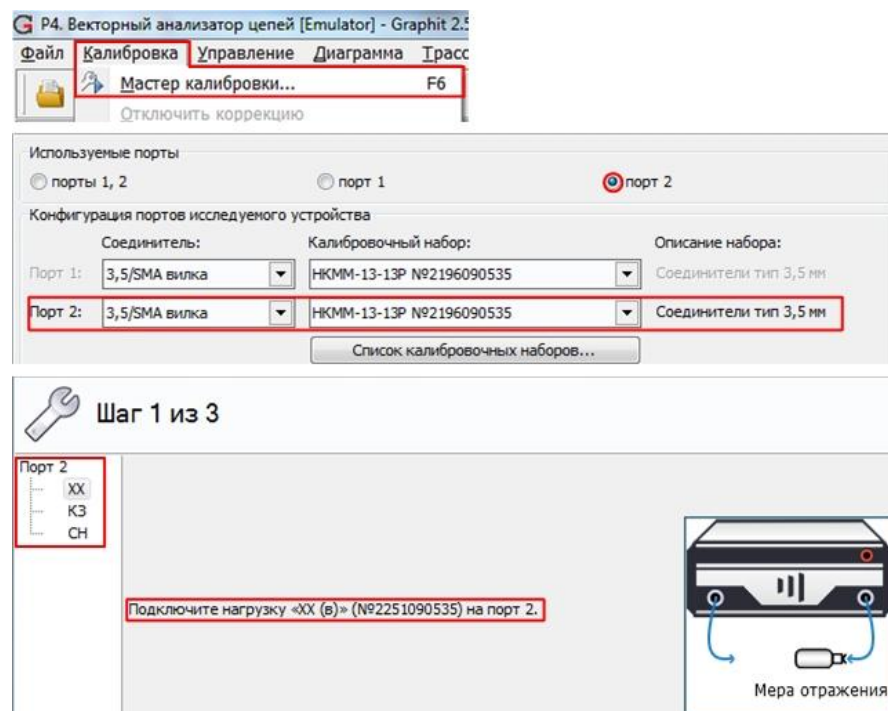

Рис. 10. SOLT калибровка второго порта
11. Выбрать в главном меню *Калибровка* -> *Мастер калибровки*. Провести однопортовую SOLT калибровку второго порта **в выходном диапазоне рабочих частот умножителя**, следуя указаниям мастера калибровки, рис. 10.